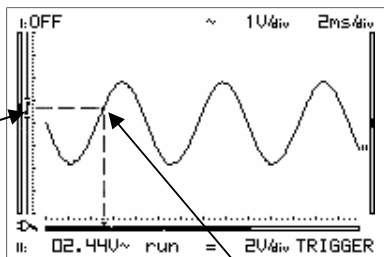

Fig 60
- Press ▲ and ▼ cursor-keys to change the trigger level (Fig 60).
- Wijzig het triggerniveau met de cursor-toetsen ▲ en ▼ (Fig 60).
- Ajustez le niveau de démarrage avec les touches du curseur ▲ et ▼ (Fig 60).
- Drücken Sie auf die ▲ und ▼ Cursortasten um den Triggerpegel zu ändern (Fig 60).